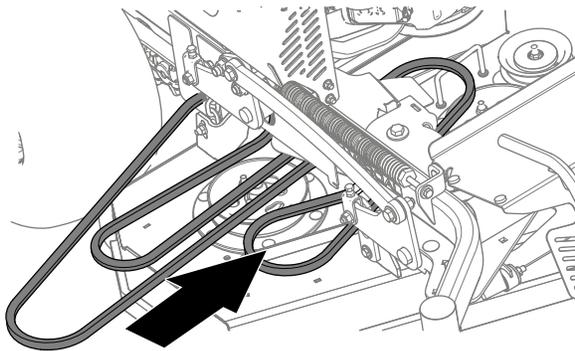

Рисунок 78
1. Вставьте ремень в деку (Рисунок 78).